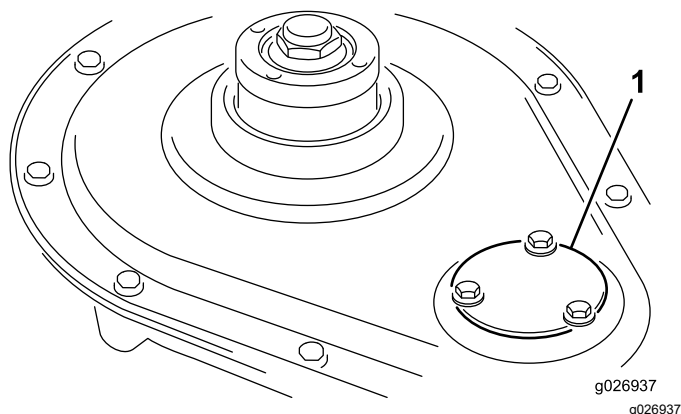

Bild 17
3. Entfernen Sie die Ritzelabdeckung der Spindel (**Bild 17**).